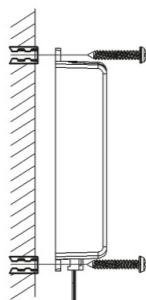

Рис.2
- Закрепите блок управления (рис. 2).